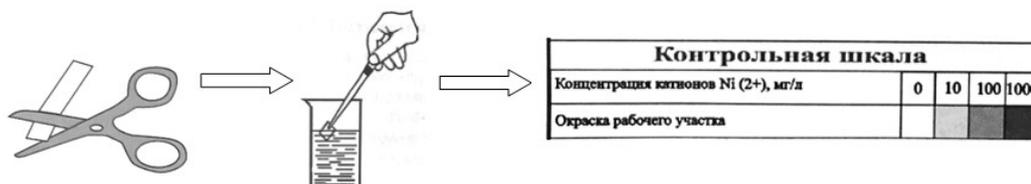

Рисунок 15. Выполнение тестирования почвенной вытяжки с применением тест-системы «Никель-тест»
**Выполнение тестирования почвенной вытяжки с применением тест-системы «Никель-тест» (Рисунок 15)**